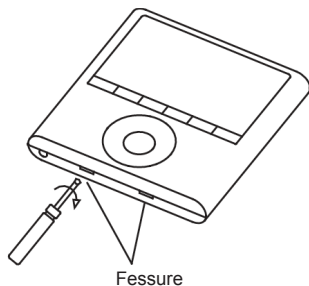

Fig. 3-4
- Rimuovere la parte superiore del comando a filo (fig. 3-4).